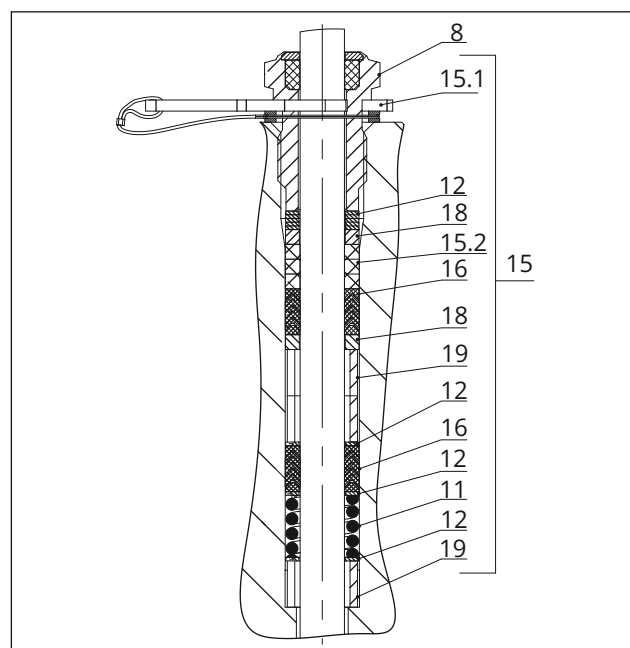

Рис. 26: Сальник ADSEAL: DN 15...40/NPS 1/2...1 1/2
- Аккуратно продвиньте детали сальниковой набивки при помощи соответствующего инструмента по штоку плунжера в уплотнительное пространство. При этом обращайтесь внимание на правильный порядок расположения деталей, см. Рис. 26 или Рис. 27.
4. Вставьте красную промежуточную шайбу (15.1) между резьбовой втулкой (8) и кольцом-фиксатором, см. Рис. 26 или Рис. 27.
2. Аккуратно продвиньте детали сальниковой набивки при помощи соответствующего инструмента по штоку плунжера в уплотнительное пространство. Следите за правильным расположением компонентов, см. Рис. 26 или Рис. 27.